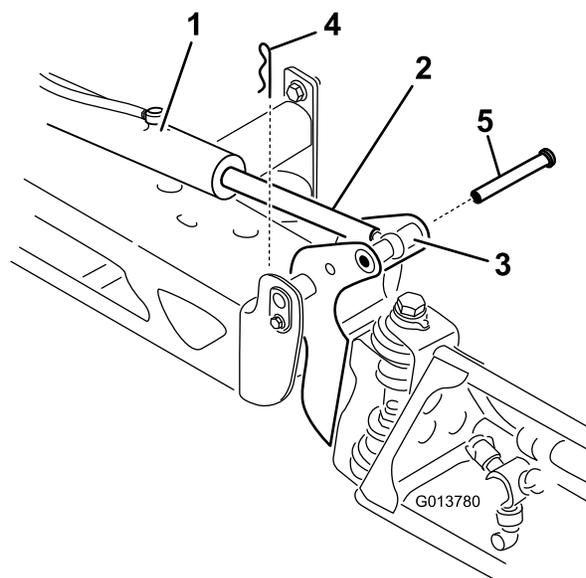

Figure 63
2. Retirez la goupille fendue de l'axe de pivot (Figure 63).
3. Soulevez la rampe et déposez l'axe (Figure 63). Abaissez lentement la rampe au sol.
8. Élevez la rampe pour aligner le pivot sur la tige d'actionneur. Tout en maintenant la rampe, insérez l'axe dans le pivot de rampe et la tige d'actionneur (Figure 63).